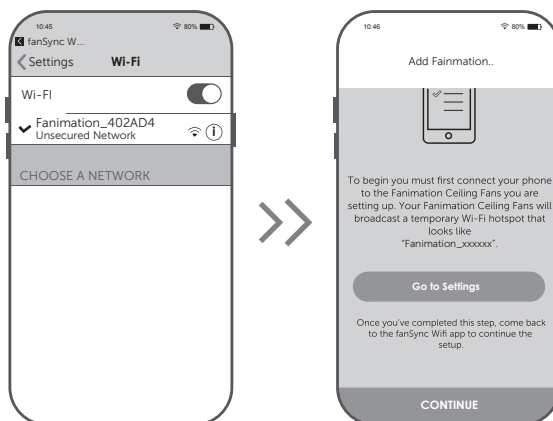

Figura 6
- ☐ 6. Asegure el vidrio en la unidad de luz LED girándolo en el sentido de las agujas del reloj. Gire el vidrio gradualmente **hasta que encaje en la unidad de luz LED**. Sin apretar demasiado. (Figura 6)
- ☐ 6. En la configuración WiFi de su dispositivo inteligente, seleccione el dispositivo Fanimation_XXXXXX y vuelva a la aplicación fanSync WiFi y pulse “CONTINUAR”. (Figura 6)